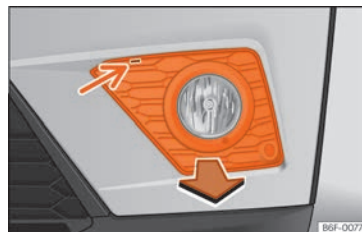

Fig. 105 Phare antibrouillard : enlever la grille
1. Soulevez l'encoche » fig. 105 (flèche) à l'aide d'un tournevis. Déclipsez ensuite les clips situés autour de la grille en effectuant un léger mouvement de levier.